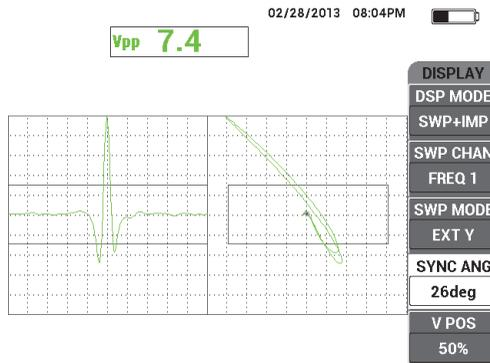

Рис. 5-68 Настройка угла синхронизации
9. 12) Нажмите клавишу меню DISP (□) и установите **УГОЛ СИНХ** (клавиша D) в центр сигнала риски на ленточной диаграмме (см. Рис. 5-68 на стр. 187).